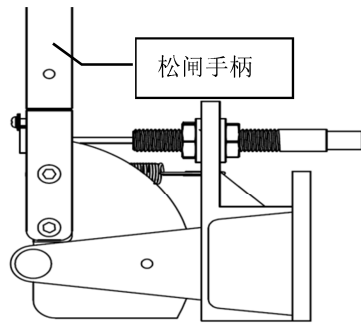

图 26 松闸手柄与控制装置
1. 用随机携带松闸手柄与控制装置按照 (P10 图 26) 连接,将螺栓插入松闸手柄与控制装置连接处见 (P10 图 26)。